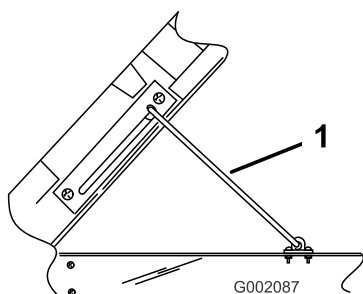

Figura 24
2. Tirate l'asta di supporto nella fessura di arresto per ancorare il cassone (Figura 24).